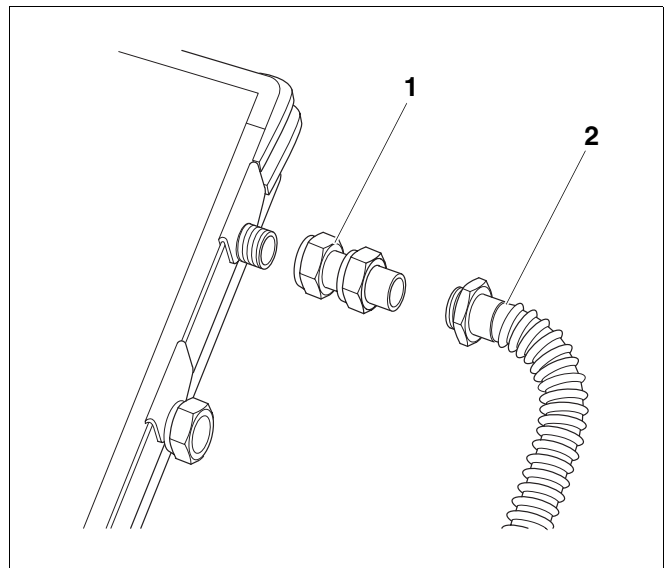

Abb. 52 Anschluss Vorlaufleitung DBS-Komplettstation
Bei der Montage der Anschlussleitungen (sowie des Tichelmannbogens) an der rechten Seite des Kollektorfeldes müssen die mitgelieferten Doppelverschraubungen (Abb. 52, **Pos. 1**) verwendet werden.
- Schrauben Sie grundsätzlich die Seite der Doppelverschraubung (Abb. 52, **Pos. 1**) mit der weißen Dichtung an den Kollektor.
- Schließen Sie die Vor- und Rücklaufleitungen (Edelstahlwellschlauch, Abb. 52, **Pos. 2**) am Kollektor mittels Montage- und Schraubenschlüssel (SW 27) an.